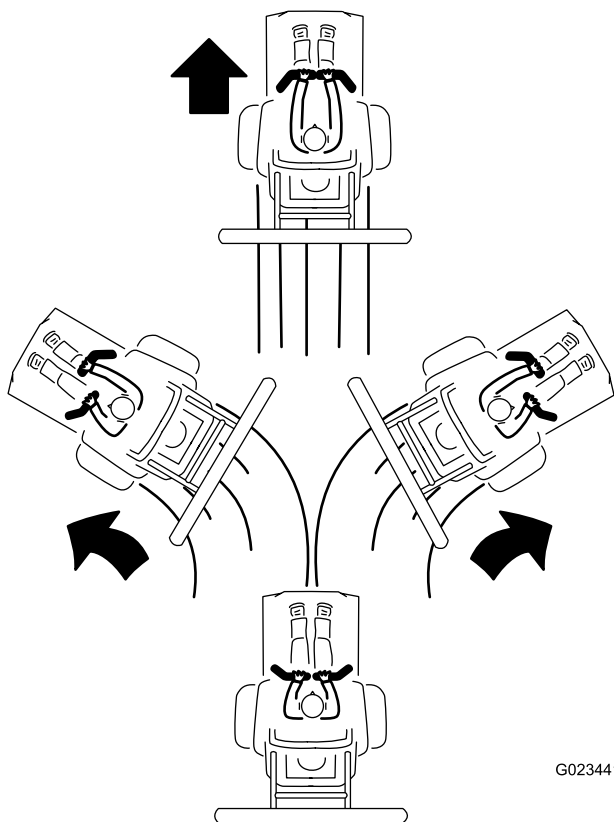

Рисунок 25
3. Для перемещения вперед медленно нажмите на рукоятки управления вперед (Рисунок 25).